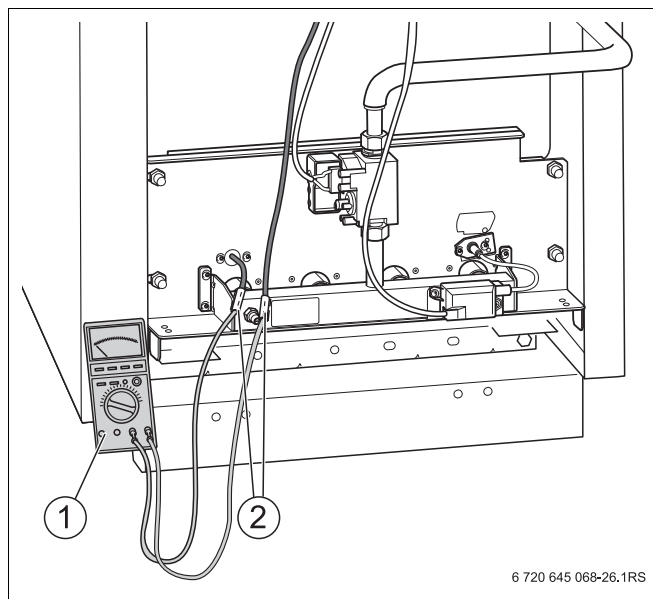

Рис. 30 Измерение тока ионизации
- Измерительный прибор (Рис. 30, поз. 1) последовательно соединить с контактами снятого штекерного соединения контрольного кабеля (Рис. 30, поз. 2).
- Выбрать на измерительном приборе (Рис. 30, поз. 1) диапазон постоянного тока в мА.
- Восстановить штекерное соединение контрольного кабеля (Рис. 30, стр. 48, **поз. 2**).